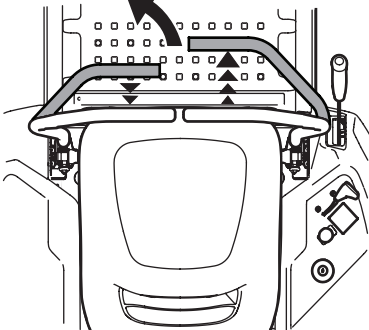

Figure 22
1. Pour tourner à gauche, déplacez le levier de contrôle de conduite gauche en arrière du levier de contrôle droit. Consultez la Figure 22.